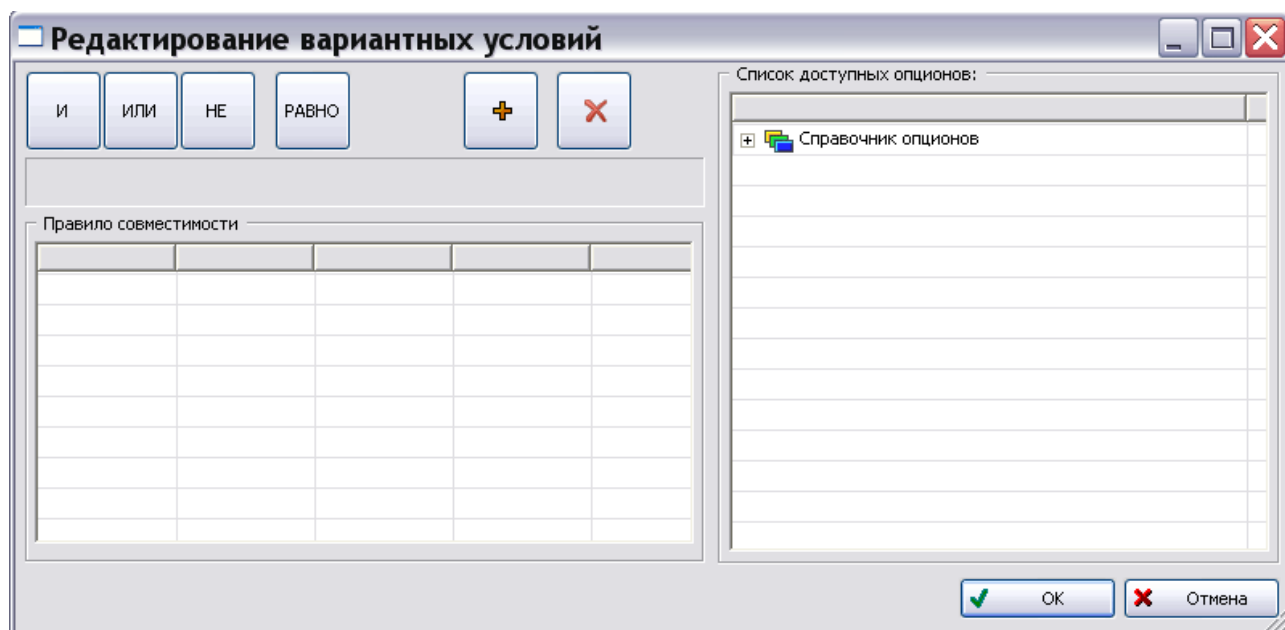

Рис. 70
- Выделите элемент структуры «8МТВ.7284.000-07 : Пульт питания и контроля замка» и нажмите на кнопку **Свойства** . После этого появится диалоговое окно **Редактирование вариантных условий** (Рис. 70).